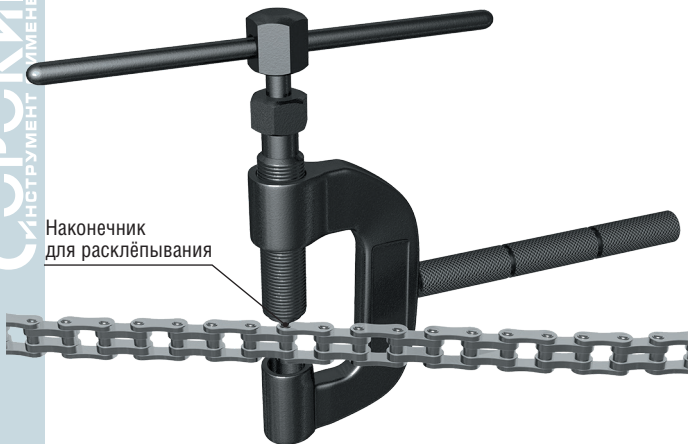

Рисунок 2 - Расклёпывание цепи
5. Поместите инструмент над цепью таким образом, чтобы наконечник расположился непосредственно над заклёпкой цепи (рис. 2).